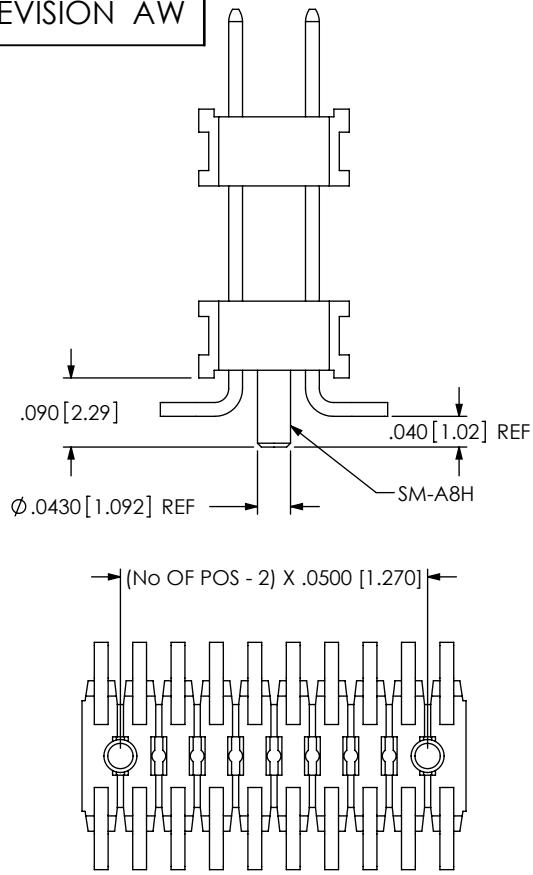

FIG 2
-A: STAKED ALIGNMENT PIN (SEE SHT 2, FIG 2)